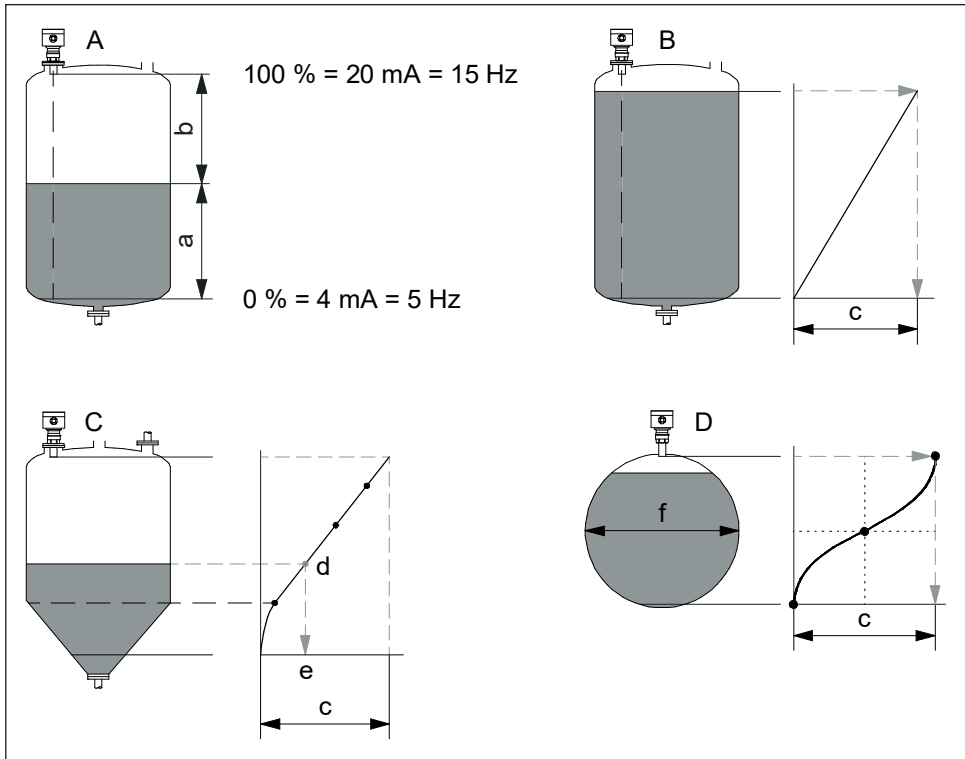

Abbildung 34: Linearisierung des Messwerts
Mit dieser Funktion bestimmen Sie den Anzeigewert in der Funktion "Messwert" (000). Eine Linearisierung des Messwertes ist möglich (→ Abbildung 34).